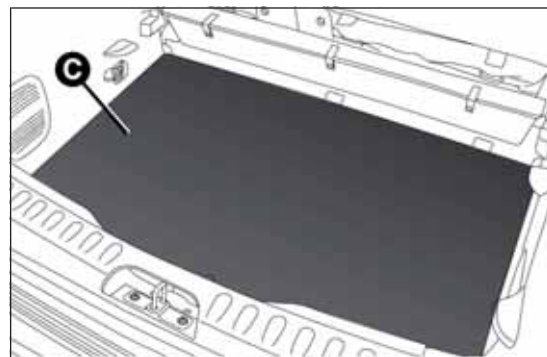

fig. 94
- ☐ introdurre gli oggetti desiderati all'interno del vano C fig. 94;